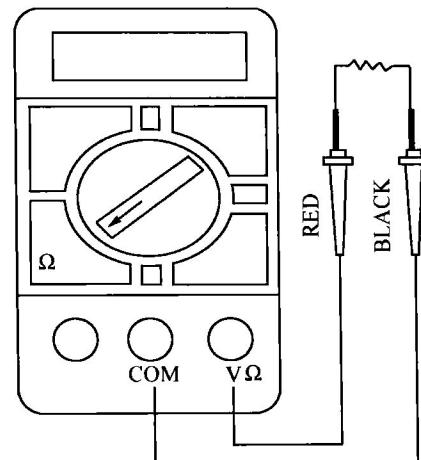

图2-2-3 电阻的测量
1) 将黑表笔 (BLACK) 插入COM插孔, 红表笔 (RED) 插入VΩ插孔 (如图2-2-3所示)。
**(4) 直流电流**